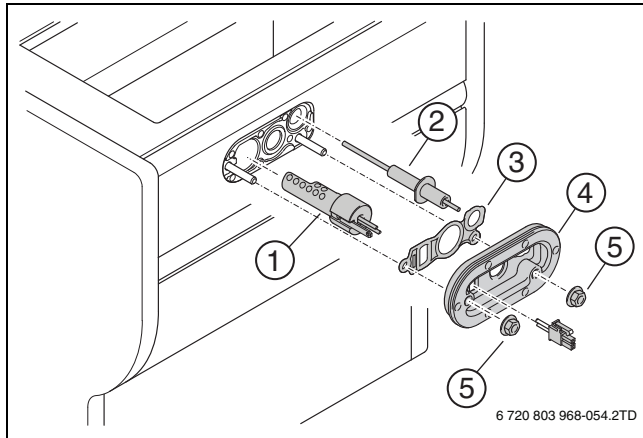

Bild 64 Austausch der Zündeinrichtung
- Alle 4 Jahre die Dichtung (→ Bild 64, [3]) und die Abdeckplatte mit Dichtung (→ Bild 64, [4]) ersetzen.